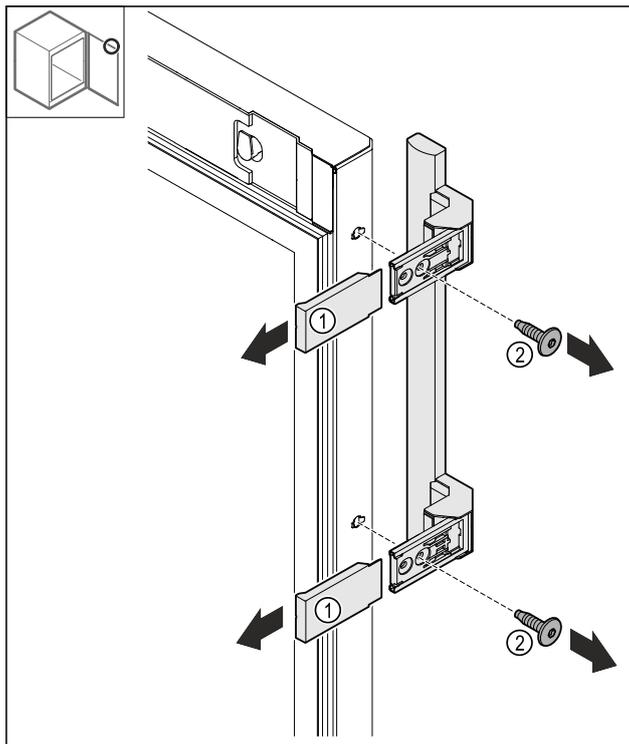

Fig. 26
- Noņemiet pārsegu Fig. 26 (1).
- Atskrūvējiet skrūves Fig. 26 (2).